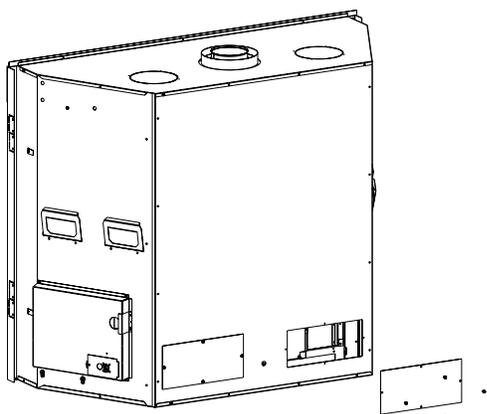

Figure 2
1. Déposer les panneaux d'accès de la soufflante. Voir Figure 2.